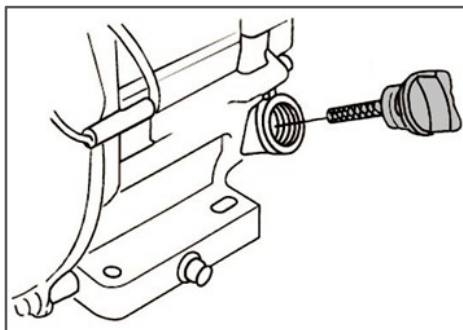

Рис. 8 Крышка-щуп маслосазливной горловины
2. Открутите крышку-щуп маслосазливной горловины и извлеките щуп (Рис. 8).
- Открутите крышку-щуп маслозаливной горловины и извлеките щуп (Рис. 8).